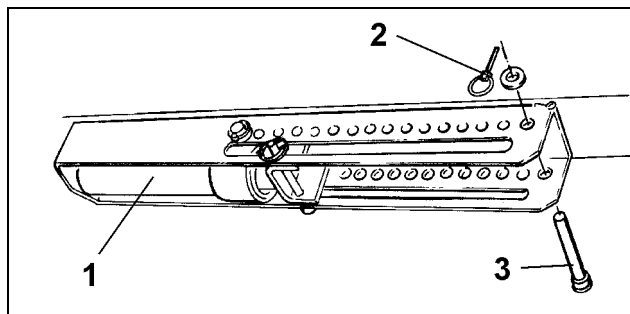

Fig. 76
- Despresurizar el cilindro hidráulico (Fig. 76/1).
- Enchufar el perno (Fig. 76/3) en una perforación del grupo de agujeros y asegurar con un pasador clavija (Fig. 76/2).